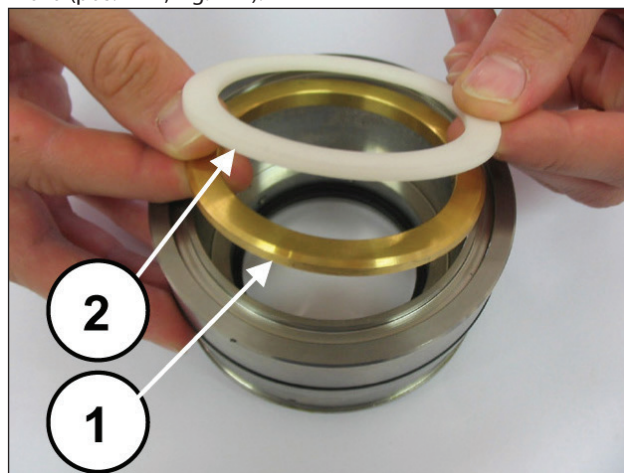
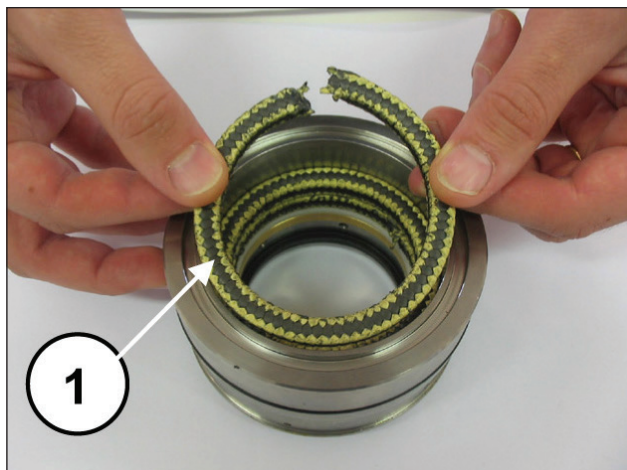
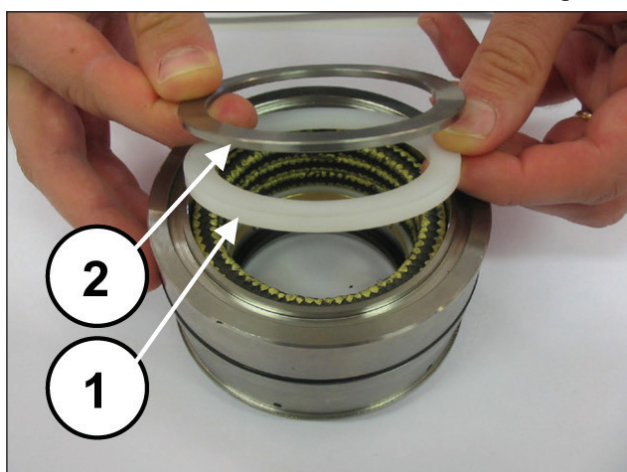

Fig. 170
Fig. 171
Fig. 172
Montare l'anello di supporto e l'anello antiestrusione (pos. ①②, Fig. 170), le tre baderne ponendo attenzione affinché gli intagli vengano a trovarsi a 120° l'uno dall'altro (pos. ①, Fig. 171), l'anello raschiatore baderne e l'anello per molla (pos. ①②, Fig. 172).